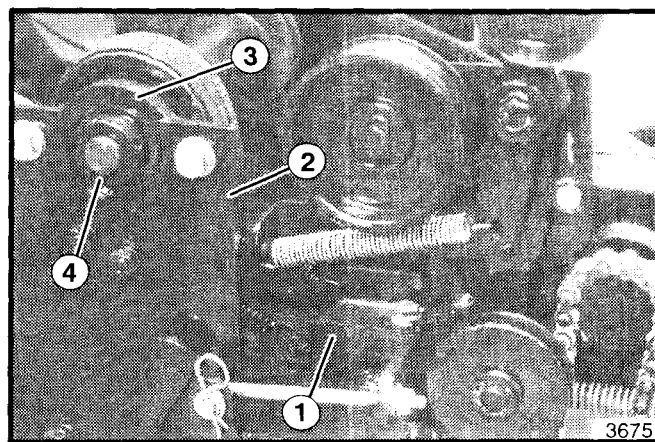

Figura 19. Regolazione della cinghia
3. Allentare la viteria di bloccaggio della piastra di montaggio (che sorregge la puleggia di propulsione della bobina) e il blocco del cuscinetto (vedere figura 19).